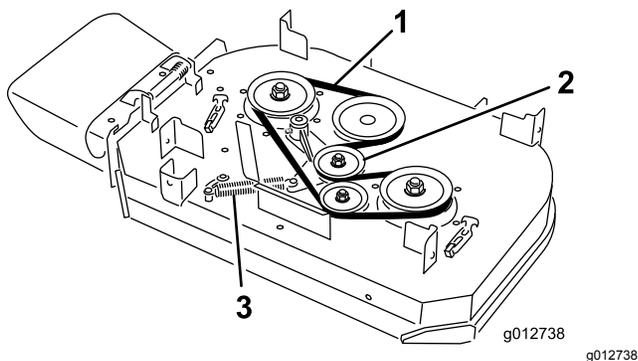

Рисунок 63
4. Снимите пружину со штыря зацепления пружины на рычаге натяжного ролика (Рисунок 63).
5. Снимите изношенный ремень газонокосилки (Рисунок 63).
6. Проложите новый ремень газонокосилки вокруг шкива муфты, шкивов деки и натяжного ролика (Рисунок 63).
7. Зацепите пружину за штырь на рычаге натяжного ролика (Рисунок 63).
8. Зацепите пружину за штырь на рычаге натяжного ролика (Рисунок 63).